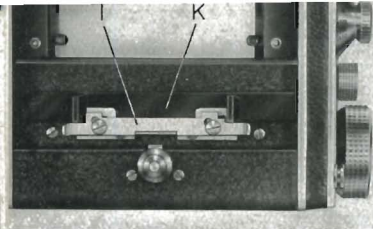
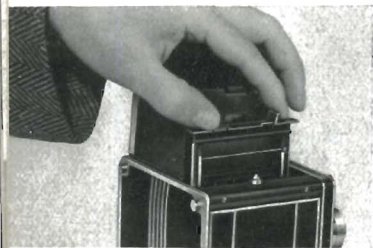
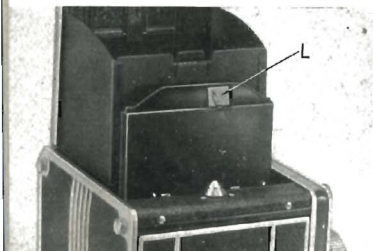

Abb. 16
Abb. 17
Abb. 18
Hierauf wird der Riegel (I, Abb. 16) nach rechts gedrückt und der Filmgleitrahmen (K, Abb. 16 und Abb. 17) aus der Kamera herausgezogen. (Filmeinsatz und Filmgleitrahmen gut aufheben, damit sie nicht beschädigt werden können!)
In den entstandenen Schlitz läßt sich eine Kassette 6 x 6 einführen (Abb. 18). Wenn die Kassette unten aufsitzt, wird der Riegel (I, Abb. 16) wieder nach links gedrückt. Dann erst Kassettenschieber herausziehen.
Nach der Aufnahme Kassettenschieber wieder einführen und den Riegel (I) nach rechts drücken. Beim Herausziehen der Kassette diese nicht nur am Schieber anfassen, sondern gleichzeitig an der Lasche (L, Abb. 18).